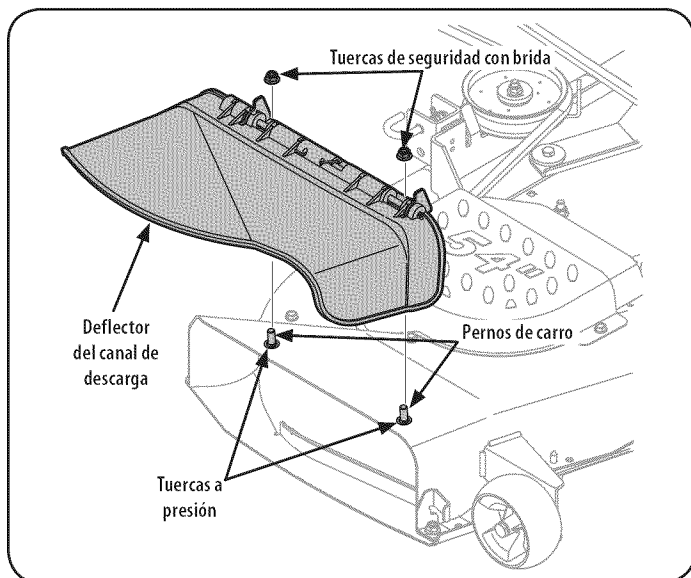

Figure 7
3. Instale el deflector del canal de descarga usando los pernos del carro, las tuercas a presión y las tuercas de seguridad con brida, como se indica en la Fig. 7 y sujete bien los elementos de ferretería.